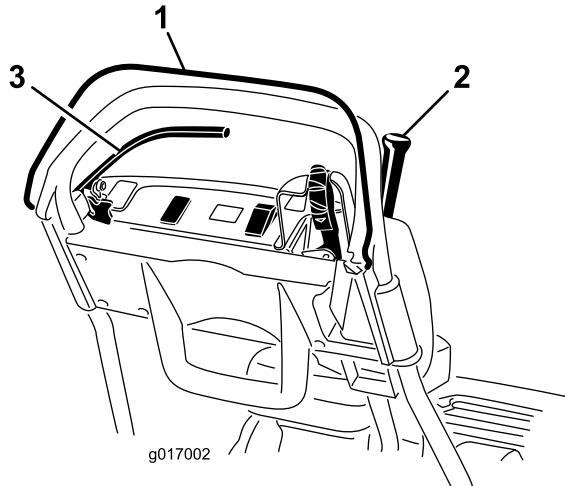

図 27
- OPCを解除した状態で、走行レバーを入れる図 27。レバーが入らなければ正常。走行レバーが入るのはインタロックスイッチシステムの異常であるから修理する。必ず修理してから使用すること。走行インタロックスイッチの整備(ページ 30)を参照。
- OPCを押し、走行レバーを入れた状態からOPCを解除する図 27。走行レバーが外れれば正常。走行レバーが外れないのはインタロックスイッチシステムの異常であるから修理する。必ず修理してから使用すること。走行インタロックスイッチの整備(ページ 30)または走行コントロールの調整(ページ 33)を参照。
- OPCを押し、シフトレバーを左に入れて走行とリール回転を開始し、OPCを解除する図 27。走行レバーが外れれば正常。走行レバーが外れないのはインタロックスイッチシステムの異常であるから修理する。必ず修理してから使用すること。走行インタロックスイッチの整備(ページ 30)、走行コントロールの調整(ページ 33)またはリールコントロールの調整(ページ 34)を参照。
- OPCを押し、シフトレバーを左に入れて走行とリール回転を開始し、その状態からシフトレバーを右に操作してリール回転を解除する図 27。リール駆動が解除されれば正常。走行レバーが外れないのはインタロックスイッチシステムの異常であるから修理する。必ず修理してから使用すること。リールコントロールの調整(ページ 34)を参照。
2. OPC を押し、走行レバーを入れた状態とし、エンジンコントロールを始動位置にする図 27。エンジンの始動を試みる。始動できなければ正常。エンジンが掛かるのはスイッチの異常であるから修理する。必ず修理してから使用すること。走行インタロックスイッチの整備 (ページ 30)を参照。
2. 走行レバーを解除した状態とし、常用ブレーキを掛けた状態とし、エンジンコントロールを始動位置にする図 27。エンジンの始動を試みる。エンジンが始動すれば正常。エンジンが掛からないのはスイッチの異常であるから修理する。必ず修理してから使用すること。ブレーキインタロックスイッチの整備 (ページ 31)を参照。
3. エンジンを始動させ、常用ブレーキ駐車ブレーキではなくを掛け、OPC を押した状態から走行レバーを入れる図 27。機体が走行しようとするが、エンジンは停止しない。エンジンが停止するのはスイッチの異常であるから直ちに修理する。必ず修理してから使用すること。ブレーキインタロックスイッチの整備 (ページ 31)を参照。
4. エンジンを始動させ、駐車ブレーキラッチを掛け、OPC を押した状態から走行レバーを入れる図 27。エンジンが停止すれば正常。エンジンが停止しないのはスイッチの異常であるから修理する。必ず修理してから使用すること。ブレーキインタロックスイッチの整備 (ページ 31)を参照。